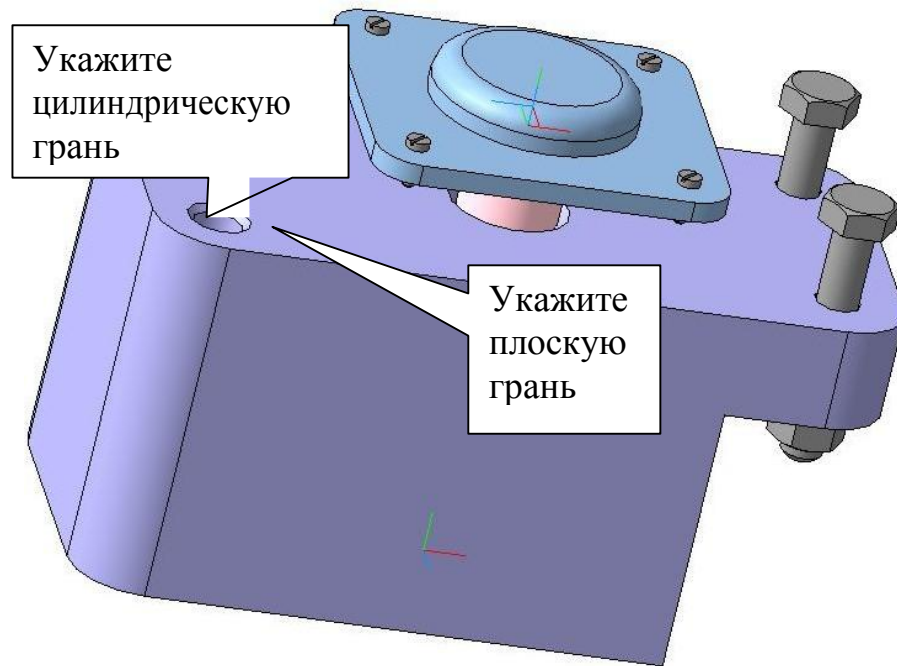
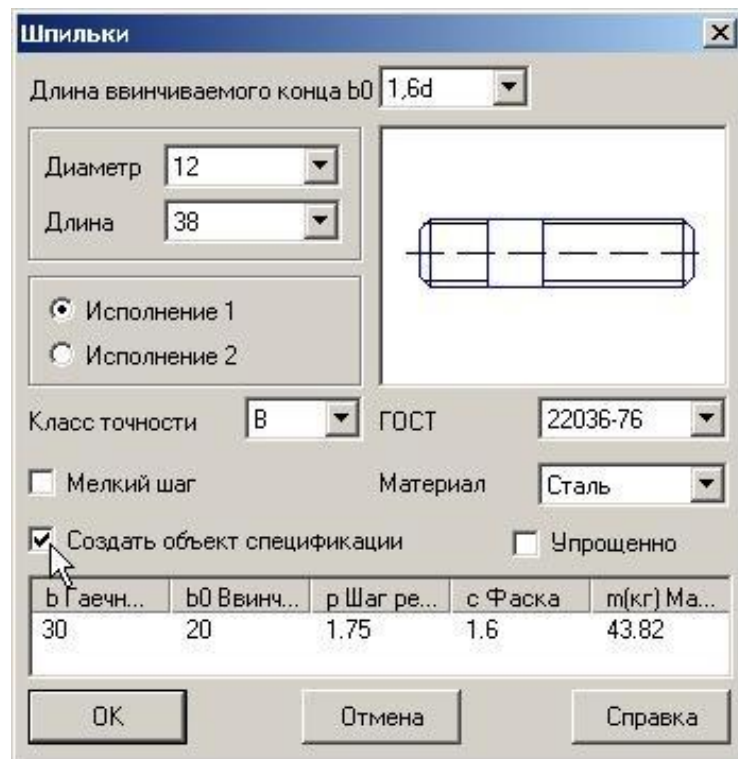

Рис. 25
Рис. 26
3) Для выполнения шпилечного соединения укажите деталь «Плита» и скройте ее, рис. 25. Выберите шпильку М12×38 ГОСТ 22036-76, рис. 26. Проставьте маркер напротив опции *Создать объект спецификации*.
Для создания сопряжений укажите поверхности согласно рис. 25. В дереве построения выполните команду *Показать* для детали «Плита»